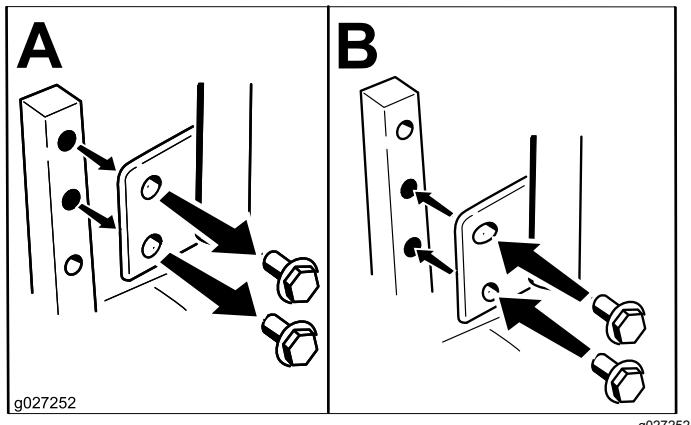

Bild 11
Die Höhe der Fahrantriebshebel kann für den optimalen Bedienerkomfort nach oben oder unten angepasst werden (Bild 11).
2. Lösen Sie die untere Schraube etwas, sodass der Schalthebel sich nach vorne oder nach hinten drehen lässt (Bild 11).